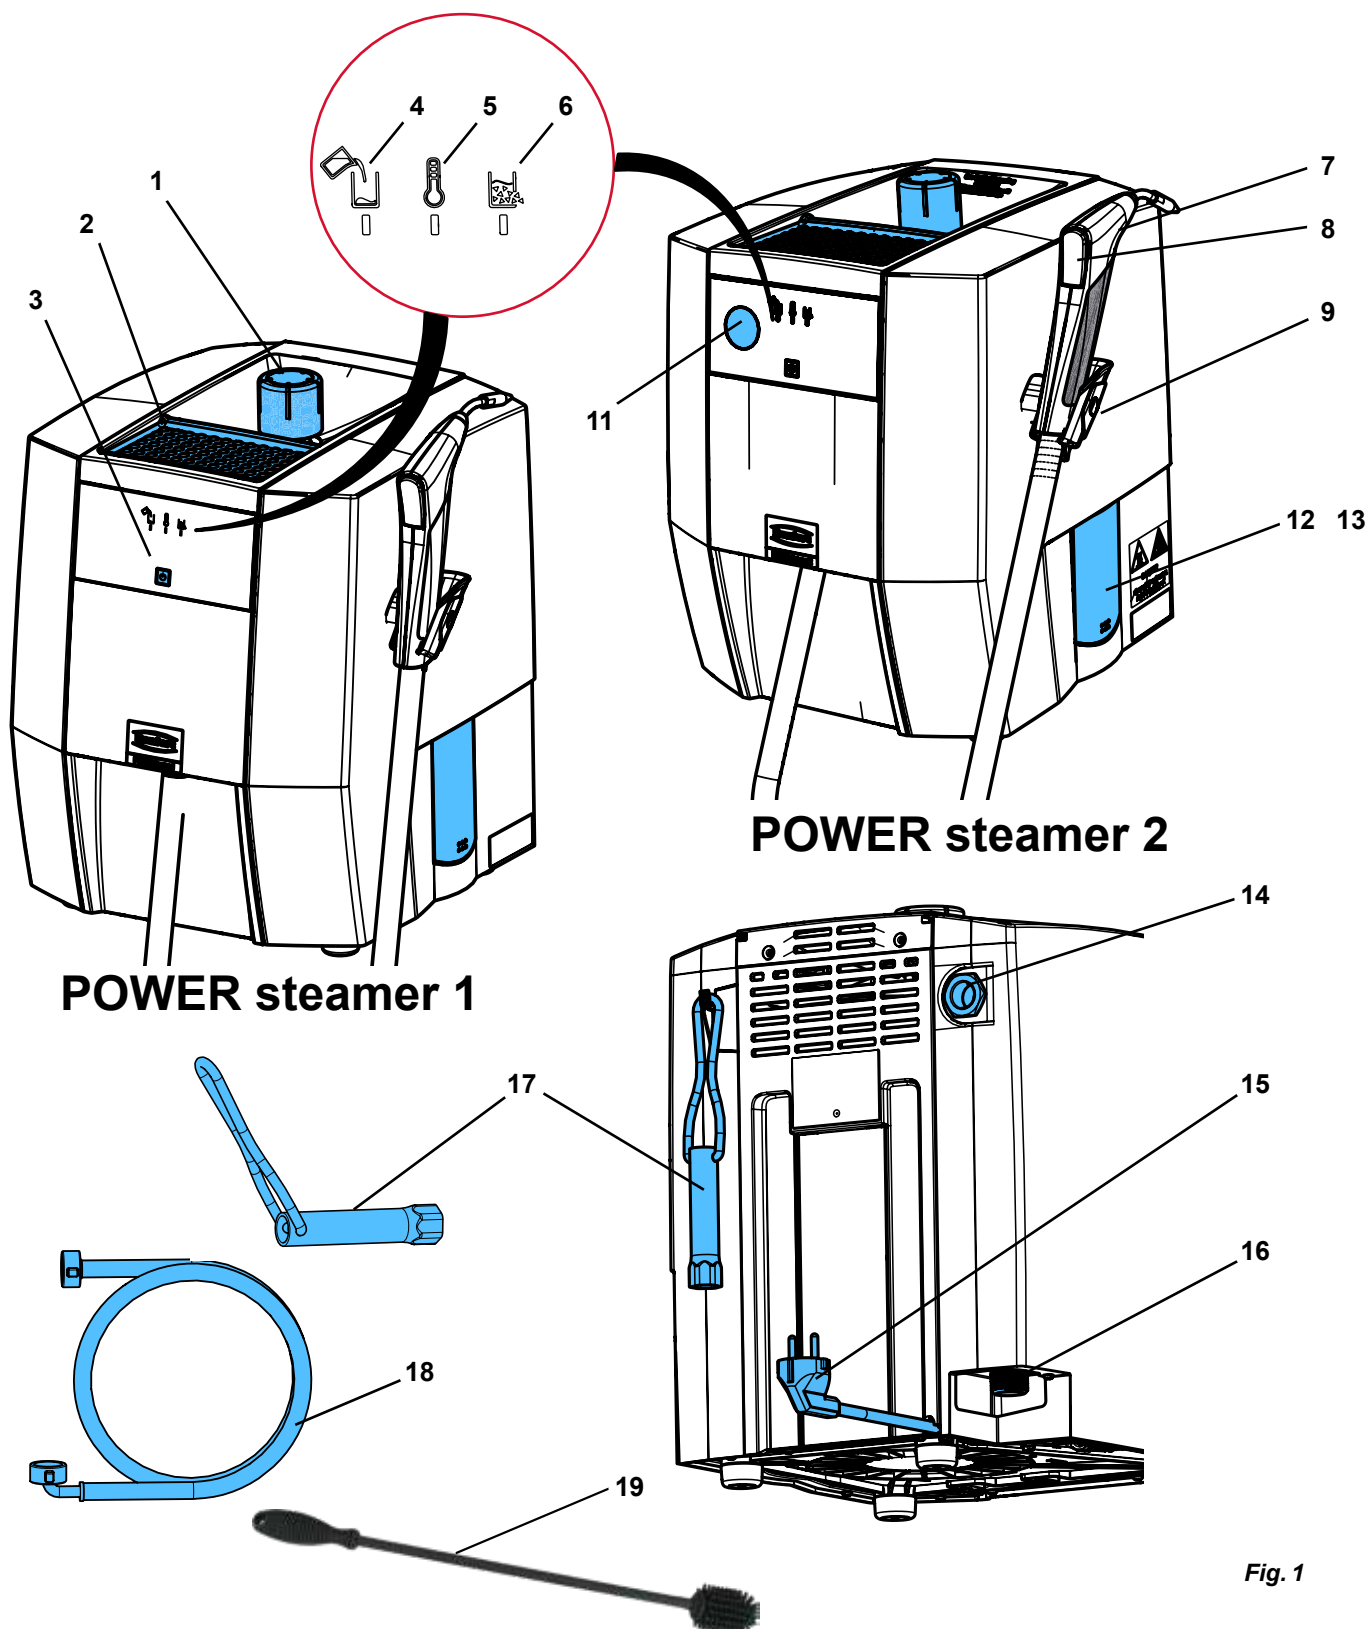

Fig. 1
- ▶ Montar o equipamento de tal forma que, no caso de uma saída de vapor pela abertura de saída da válvula de sobrepressão (14, Fig. 1), não haja perigo.
Os modelos de gesso ou modelos de revestimento podem ser colocados na bandeja do modelo (2, Fig. 1) para secar.
⇒ Aparafusar a tampa do tanque (1, Fig. 1).
**Montar o equipamento de tal forma que, no caso de uma saída de vapor pela abertura de saída da válvula de sobrepresão, (14, Fig. 1) não haja perigo (por ex. não instalar o equipamento à frente de uma tomada).**
**A abertura de saída da válvula de sobrepresão (14, Fig. 1) não pode estar fechada nem bloqueada de qualquer outro modo.**
Perigo devido a vapor de água sob pressão! Antes de abrir a tampa de inspeção, garantir que o recipiente de pressão já não está pressurizado. Abrir e remover a tampa do tanque (1, Fig. 1) para o efeito.
- ⇒ Montar o equipamento de tal modo que possa escoar água pela abertura de inspeção (12/13, Fig. 1) para uma bacia.